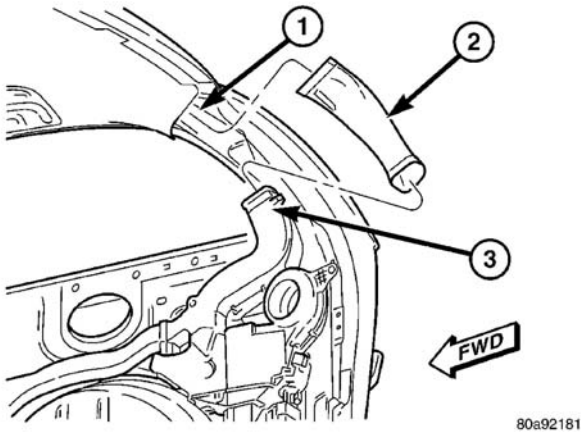

图2 后空调分配管路
(1) 从右后侧内面板和右D柱上卸下装饰。(参见23—车身 / 内部 / 右后侧内饰板—拆卸)。
(2) 向上滑动后空调分配管路，将其从后暖风和空调装置壳体顶部的出风口处断开(图2)。